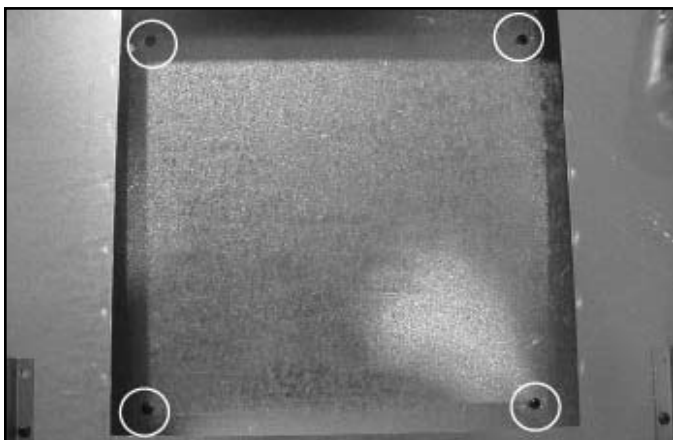

Figura 7.14 Retire la placa de cobertura interior
- Localice la placa de cobertura del escudo térmico la cual fue removida en el primer paso. Coloque la placa de cobertura sobre el escudo térmico. Asegúrela con cuatro tornillos. Vea la figura 7.14.